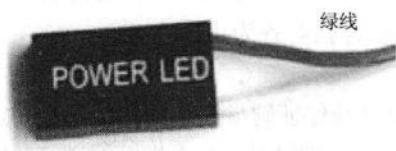

图 1-1-9 电源插针
(4) 如图 1-1-9 所示的三芯插头是电源指示灯的接线，使用 1、3 位，1 线通常为绿色。在主板上，插针通常标记为 Power，连接时注意绿色线对应于第一针 (+)。当它连接好后，计算机一打开，电源灯就一直亮着，指示电源已经打开了。
(5) 硬盘指示灯的两芯接头中，1 线为红色。在主板上，这样的插针通常标着 IDE LED 或 HD LED 的字样，连接时要红线对一。这条线接好后，当计算机在读/写硬盘时，机箱上的硬盘灯会亮。有一点要说明，这个指示灯只能指示 IDE 硬盘，对 SCSI 硬盘是不行的。